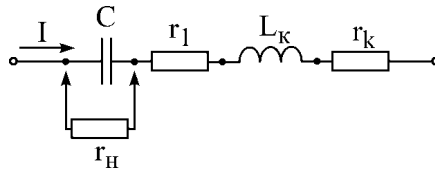

Рис. 1.7.
1. Начертить электрическую схему последовательного колебательного контура (рис. 1.7). Пронумеровать узлы.